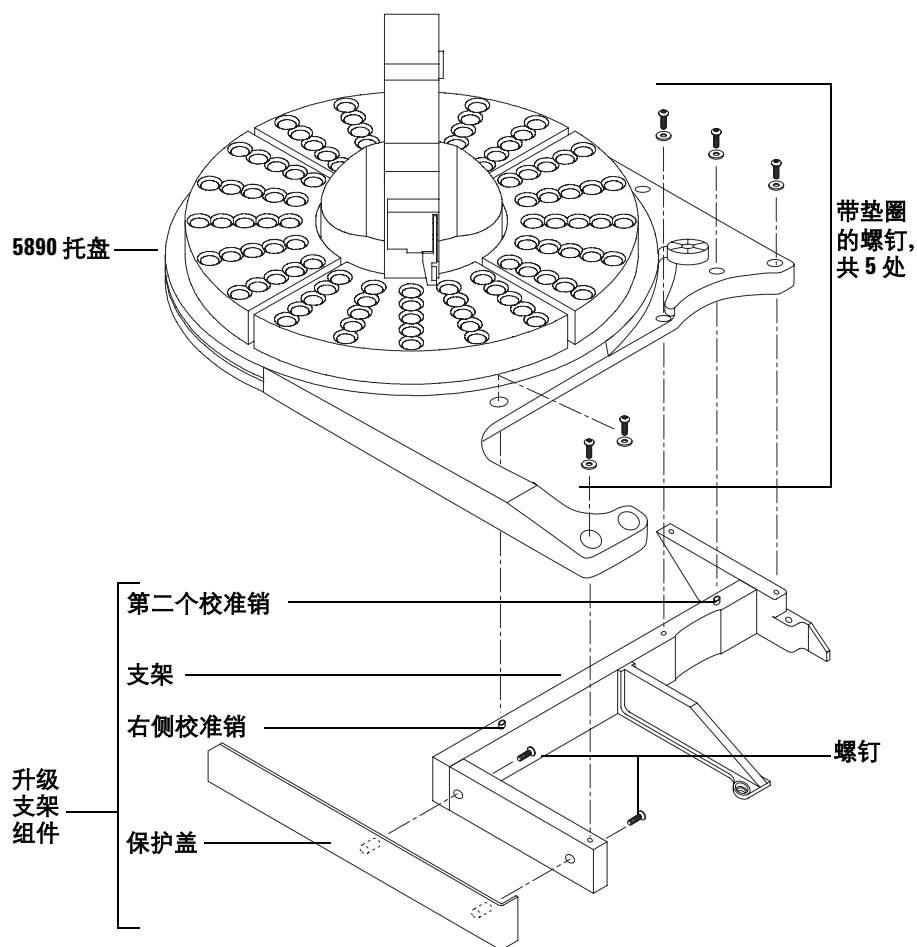

图 11 安装升级支架
- 2 用附带的两颗螺钉将保护盖装在支架侧面。请参阅图 11。
- 3 将托盘放在套件的升级支架上，使升级支架最前面的定位销正好与托盘底部的对准孔对齐（图 11）。使托盘与升级支架上的第二个校准销对齐。